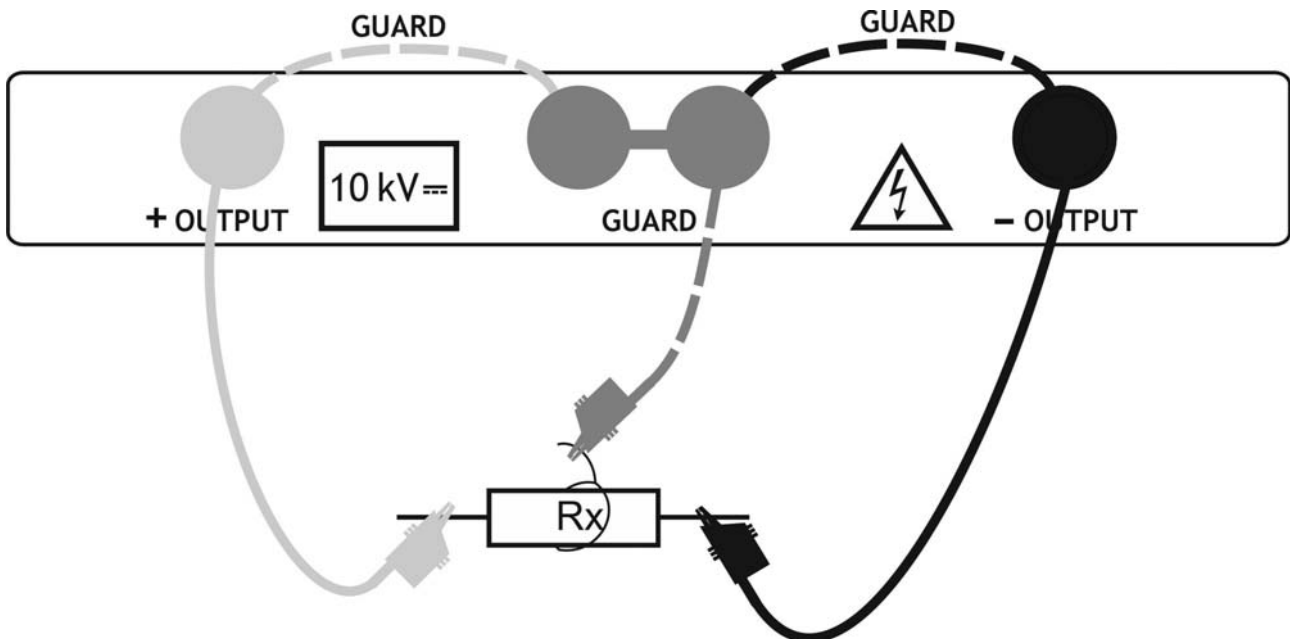

Fig. 33: Connexion de l'instrument pour tests diagnostiques
3. Connecter l'embout rouge de la borne 1 ou de la borne 2 (voir la § 4.2) à l'entrée **+OUTPUT** et l'embout du câble noir de la borne 2 (voir la § 4.2) à l'entrée **-OUTPUT**. En cas d'utilisation de la borne de GARDE (voir la § 6.2), connecter même les câbles verts des bornes aux entrées «GUARD» (voir la Fig. 33)
4. Connecter l'embout de la borne 1 ou de la borne 2 (positif) et le câble noir des bornes 2 (négatif) à l'objet sous test (voir Fig. 33)